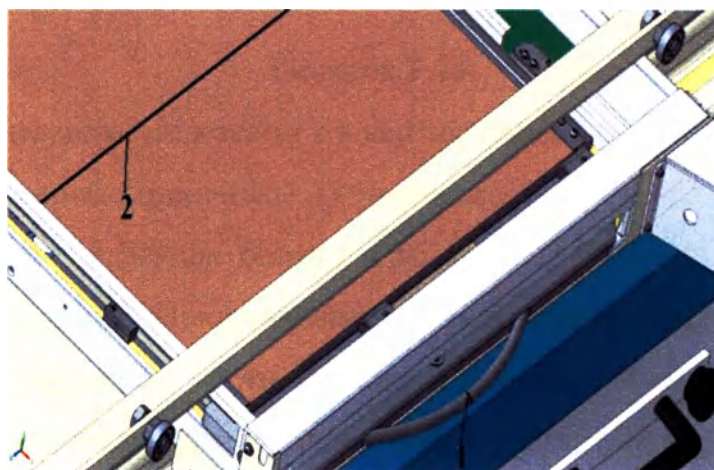
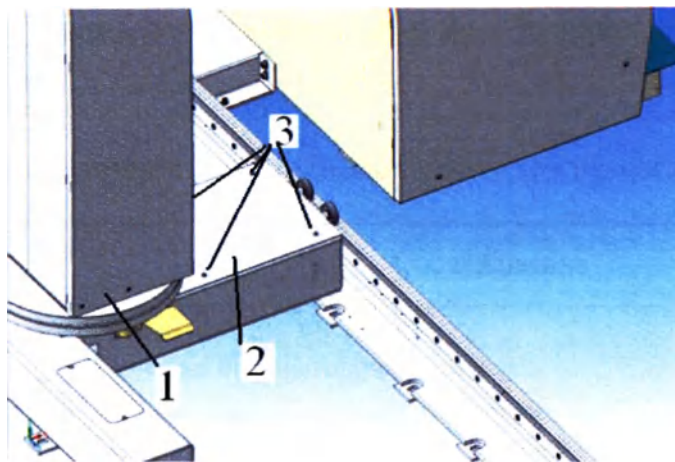

Рисунок 3.8
Рисунок 3.9
- переместить рентгеновскую решетку в центр светового поля (рисунок 3.8)
- открутить (рисунок 3.9) четыре винта 3;
- проверить (рисунок 3.8) совпадение риски светового центратора с риской на растре 2 во всем диапазоне вертикального перемещения излучателя. При не совпадении рисок на величину меньшую ± 2 мм завершить операции, установить на место крышку 2 и завинтить четыре винта 3 (рисунок 3.9). При несовпадении рисок на величину большую ± 2 мм операции повторить.